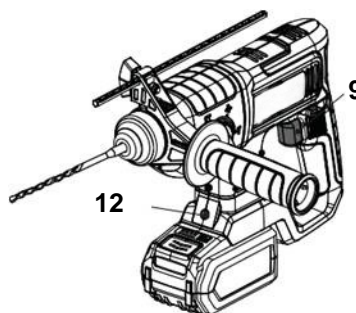

Fig. 14
A luz de trabalho LED (12) acender-se-á quando se pressiona ligeiramente o gatilho do interruptor de ligar/desligar (9), e apagar-se-á automaticamente pouco tempo após de soltar o gatilho do interruptor de ligar/desligar (9) (Fig. 14). A luz LED proporciona uma iluminação adicional na superfície da peça de trabalho sob condições de pouca luz.